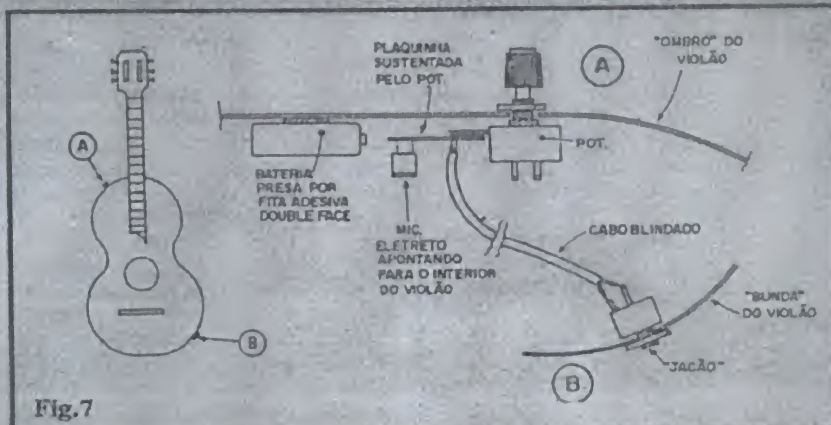

Fig.7
**FIG. 7 - O "EMBUTIMENTO" (INSTALAÇÃO) DA CAPAV NO VIOLÃO** - Vários detalhes de como o circuito deve ser embutido no instrumento, são dados na figura... Em 7-A destacamos a fixação da placa/potenciômetro/bateria, que fica - internamente - no "ombro" do violão (ver detalhamento à esquerda...). Em 7-B mostramos o posicionamento do "jácão", acoplado à "bunda" do instrumento (ver o detalhe de posição, no diagrama da esquerda...). O conjunto potenciômetro/placa é fixado pela própria porca que acompanha o dito potenciômetro... O "jácão" também tem "pescoço" rosqueado e porca própria, o que facilita a fixação... Já a pequena bateria deve ser fixada inter-